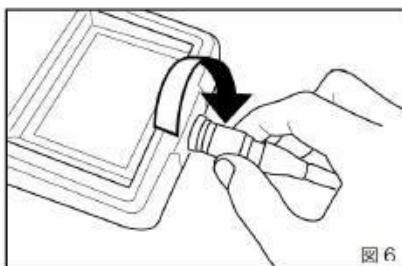

図6
- ①ケーブルドラムのモニタ接続ケーブル先端のコネクタ保護キャップを外します。
- ②モニタ本体にある接続コネクタのオレンジ点マークを合わせ真っ直ぐに差し込み、コネクタのケーブルリングをねじ込んで固定してください。(図6)
- ③取り外すときは逆の方法で外してください。